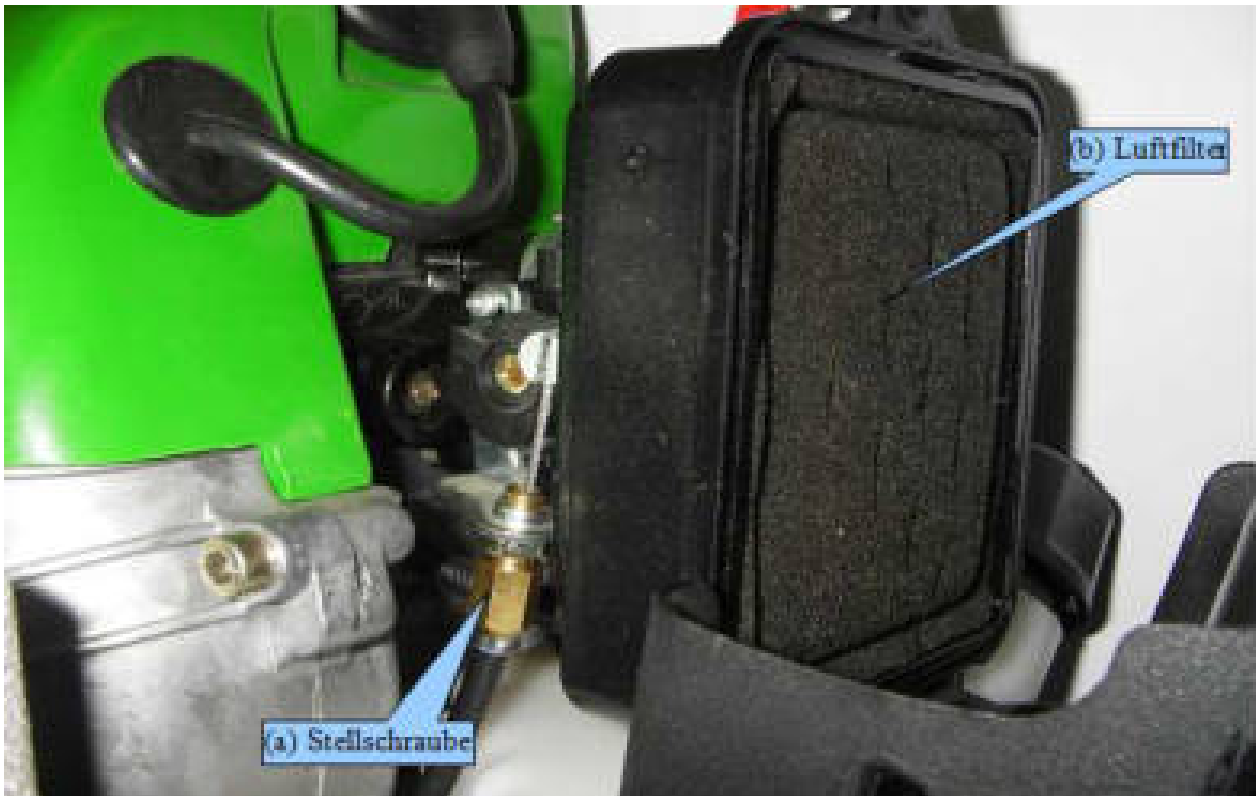

Abb. 4.2-3
Vorsicht: Befindet sich der Motor im Leerlauf, sollte sich die Seiltrommel nicht bewegen. Wenn die Leerlaufgeschwindigkeit zu groß ist, regulieren Sie mit der Stellschraube (Abb. 4.2-3- Pos. (a)) gegen den Uhrzeigersinn, bis die Seiltrommel sich nicht mehr dreht.
- Entfernen Sie den Filter (Abb. 4.2-3 - Pos.(b))